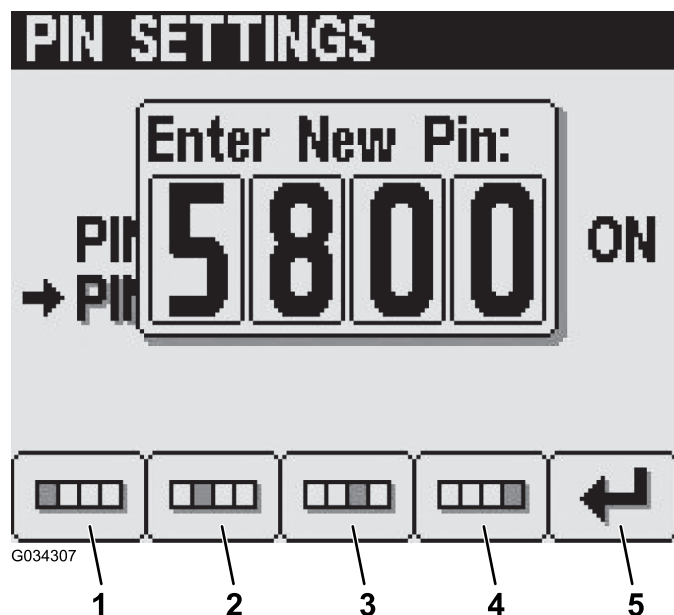

图19
5. 使用 1 号到 4 号按钮输入您的新 PIN，输入完成后按 5 号按钮（图19）。